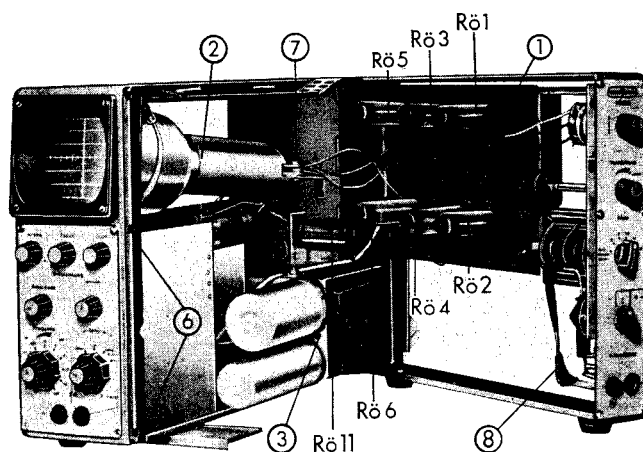
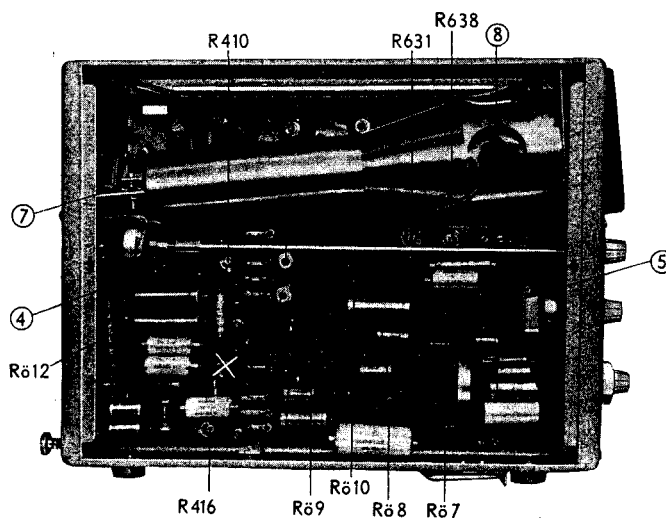

Bild 5 Gerät geöffnet
Bild 7 Linke Seitenwand entfernt
Im rechten Teil befindet sich der Y-Verstärker (1) mit allem Zubehör (Bild 5). Er ist als gedruckte Schaltung ausgeführt. Hierdurch werden völlige Gleichmäßigkeit und hohe Stabilität des Verstärkers gewährleistet.
Der linke Teil des Gerätes enthält neben der Elektronenstrahlröhre (2) das Netzteil (3) (Bild 5). Auch dieses ist ebenfalls in gedruckter Schaltung ausgeführt. Die Netzteilplatine (4) (Bild 7) ist über mehrere Lötflächen mit der ebenfalls gedruckten Platine (5) für die X-Ablenkung verbunden. Nach Abnehmen des Abschirmbleches durch Lösen der Schrauben (6) (Bild 5) sind sämtliche Röhren bequem zu erreichen. Die Schaltteile sind nach Abnehmen der linken Seitenwand (Bild 7) leicht zugänglich.
Nunmehr wird die Röhrenfassung vorsichtig nach hinten von der Röhre abgezogen, und die beiden Schrauben 7 (Bilder 5 und 7) werden gelockert. Nach Abziehen der Spannungszuführung 8 (Bild 7) kann die Röhre nach vorn herausgenommen werden. Dabei ist größte Sorgfalt geboten. Jegliche Kraftanwendung ist zu vermeiden. Etwa festsitzende Schaumgummipolster müssen vorher sorgfältig mit einem Messer gelöst werden. Das Wiedereinsetzen der Elektronenstrahlröhre geschieht sinngemäß in umgekehrter Reihenfolge. Nach dem Einsetzen der Röhre muß zunächst die Lage der Röhre durch Drehen justiert werden. Die Röhre soll so tief eingeschoben sein, daß der Planschirm genau mit der vorderen Fläche des Halbleches fluchtet, damit eine möglichst parallaxenfreie Ablesung auf der Rasterscheibe erzielt wird.